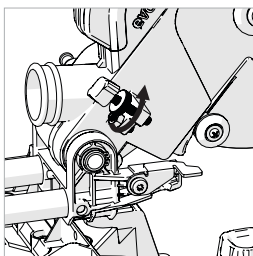

Fig. 26b
- Lossa den räfflade låsmuttern. (**Fig. 26b**)
- När det önskade djupet är inställt, spänn den räfflade låsmuttern (**Fig. 26b**) mot fästet för att låsa djupspärren och se till att det inte finns någon rörelse.